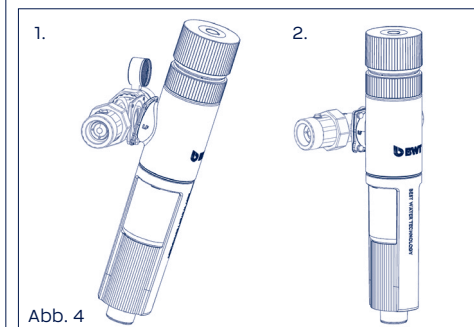

Abb. 4
7. Auf korrekten Sitz der Dichtung achten. Die vier Stege müssen am Filterkopf eingesteckt sein, und die Dichtung muss vollständig in den beiden Nuten liegen, s. Abbildung 4. Schrauben über Kreuz gleichmäßig anziehen.